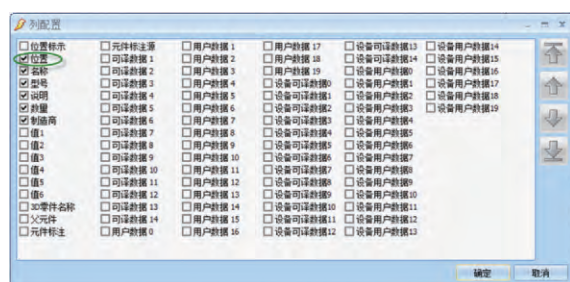

图 11
(6) 接着会发现列配置中多了一个位置的属性，如图 11 所示。
(7)  删除属性，可以在列配置中删掉不需要的属性。